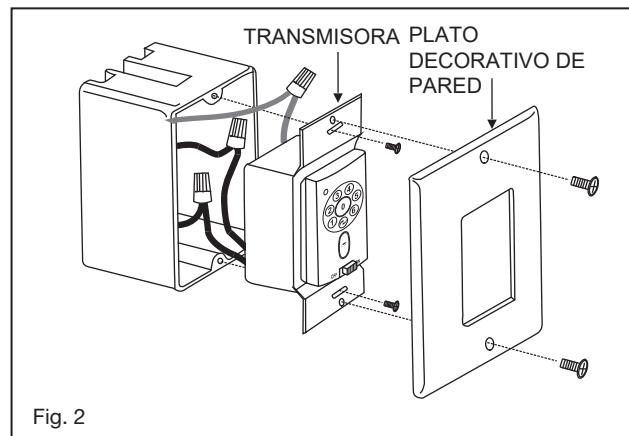

Fig. 2
- 2 Levante el anillo decorativo contra el soporte de montaje, los cuatro soportes dentro del anillo decorativo deben colocarse contra las cuatro ranuras del soporte de montaje, gire el anillo decorativo en sentido horario hasta que quede ajustado (Fig. 2).
- 2 Mientras sostiene el kit de luz LED debajo de su ventilador, realice las conexiones del enchufe polarizado: (Fig. 2)
- 7** Luz de señalización (Fig. 2)